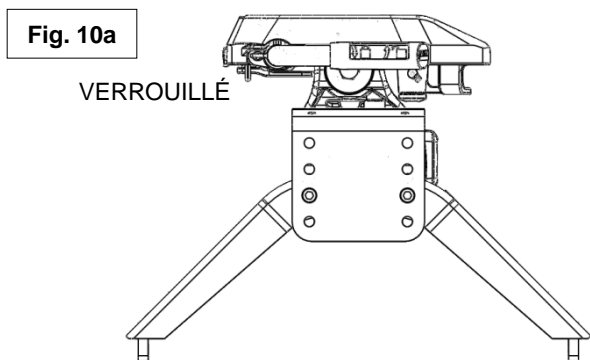

Fig. 10b
3. Tourner la manivelle d'attelage de la position verrouillée (voir la Fig. 10a) vers le haut à la position déverrouillée (Voir la Fig. 10b). Cette manoeuvre déverrouillera les mâchoires. REMARQUE : La manivelle doit pointer vers le haut, sinon les mâchoires ne s'ouvriront pas et l'attelage approprié ne pourra avoir lieu.